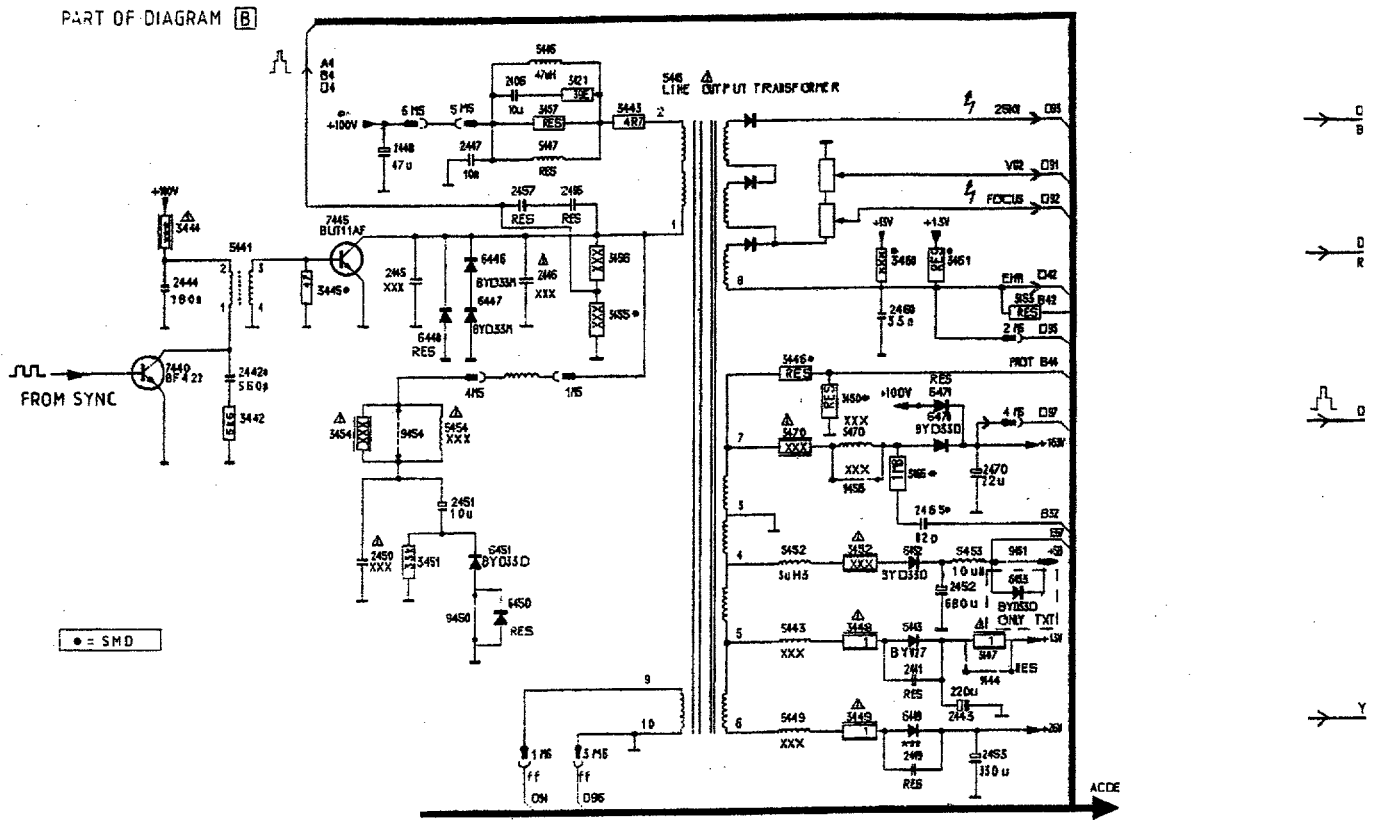

Fig. 1 Black stability circuitry
* Interruttore per il miglioramento della stabilità del nero (Fig.1)
* **Circuito de mejora de la estabilidad del negro (Fig. 1)**
Black stability circuitry (Fig. 1) [B]